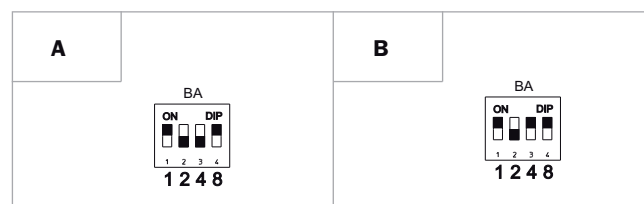

Abb. 85: Schiebeschalter „BA“
4. Ggf. die Betriebsart am Schiebeschalter (4) gemäß → Abb. 85, S. 41 einstellen.